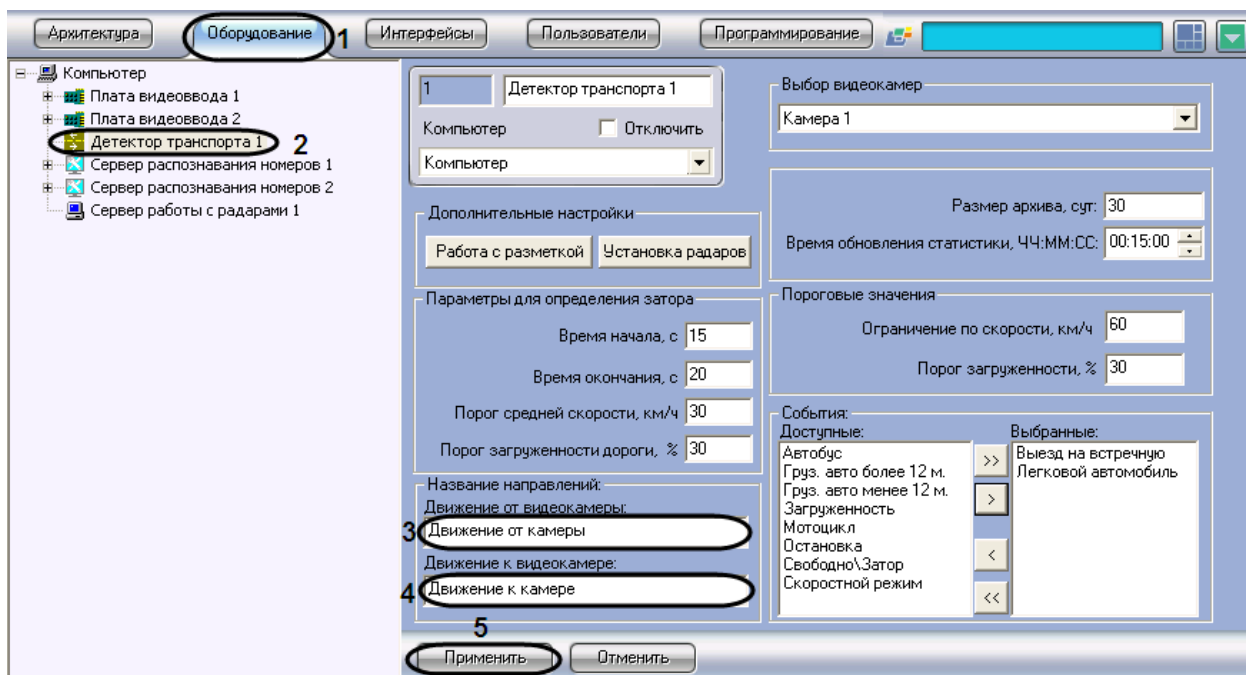

Рис. 7.4—19. Задание названий направлениям движения транспорта для отображения в диалоговом окне «Трафик монитор»
1. В диалоговом окне «Настройка системы» перейти на вкладку «Оборудование» (см. Рис. 7.4—19, 1).
2. В дереве объектов на вкладке «Оборудование» выбрать объект «Детектор транспорта», соответствующий настраиваемому программному модулю «Детектор транспорта» (см. Рис. 7.4—19, 2). В правой части вкладки «Оборудование» отобразится панель настройки выбранного объекта.
3. Указать название направления движения транспорта, отображающееся в диалоговом окне «Трафик монитор», для транспортных средств, движущихся от видекамеры, настроенной для программного модуля «Детектор транспорта» (см. Рис. 7.4—19, 3).
4. Указать название направления движения транспорта, отображающееся в диалоговом окне «Трафик монитор», для транспортных средств, движущихся к видекамере, настроенной для программного модуля «Детектор транспорта» (см. Рис. 7.4—19, 4).